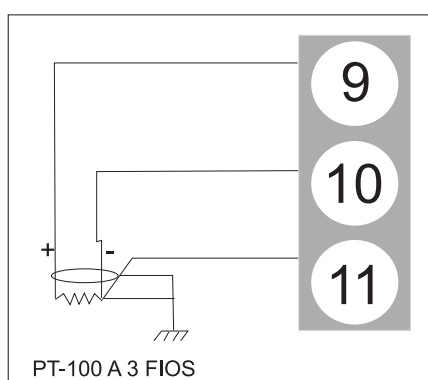

Figura II.9 – Conexão para Pt-100 (-200 a 800°C)
A conexão de sensores Pt-100 a três fios deve ser realizada através dos bornes 09(+), 10(-) e 11 (linha). A Figura II.9 ilustra essa conexão. Para que o conversor consiga atuar de forma correta, é necessário respeitar os seguintes limites:
7. Averiguar via Ferconf se a entrada analógica esta indicando corretamente de acordo com o valor da resistência em sua borneira (verificar figura II.9);